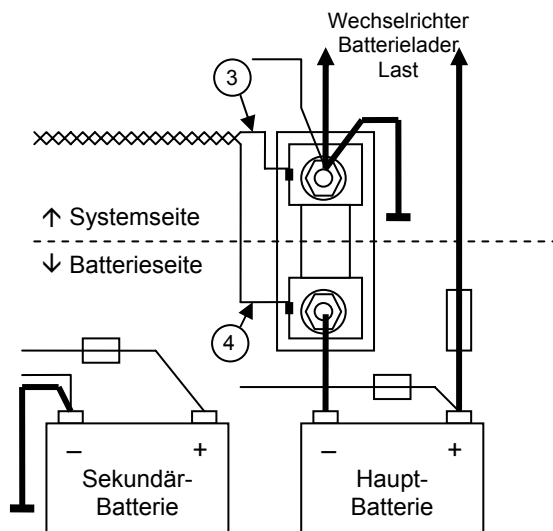

Abbildung 2
3. Führen Sie die verdrehte Doppelleitung (2x 0,25 mm²) zwischen den Shunt und den System Manager MICC. Stellen Sie dabei sicher, dass die Drähte lang genug sind, um links vom Shunt angebracht werden können zu können. Achten Sie auf die richtige Anschlussweise (3 und 4) an der Batterieseite und an der Systemseite (siehe Abbildung 2). Die maximale Länge dieses Kabels darf 25 Meter nicht überschreiten.
- Verbinden Sie den Minus-Draht des Systems mit der Systemseite (siehe Abbildung 2) des Shunts.
- Stellen Sie eine Verbindung zwischen dem Minuspol der Sekundär-(Starter-)batterie und der Systemseite (Abb. 2) des Shunts her.
- Verbinden Sie die Systemseite (Abb. 2) des Shunts mit dem Minus-Anschluss der Hauptbatterie.